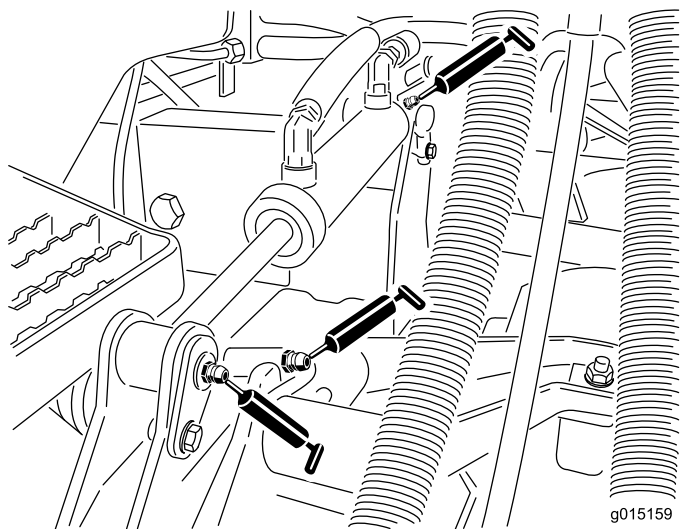

Figura 50
- Casquilhos do braço de elevação (1 por unidade de corte) (Figura 50)
- Casquilhos do cilindro de elevação (2 por unidade de corte) (Figura 50)